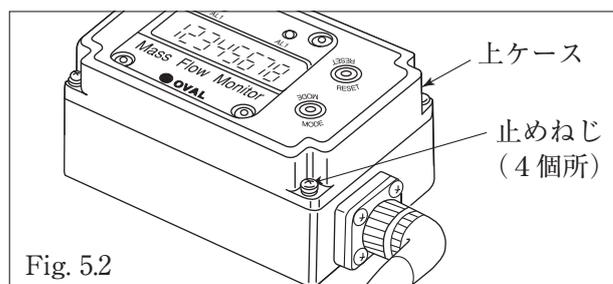

Fig. 5.2
- ② 変換器の上ケースを止めている4隅の止めねじ(3×14)を外して、ゆっくりと上ケースを開けてください。(Fig.5.2)